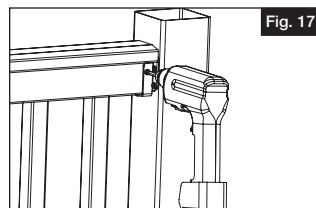

Fig. 17
- b. Con una broca de  $\frac{5}{32}$ " , taladre el travesaño superior en las dos ubicaciones del soporte metálico. Instale tornillos #10 de 1" en los agujeros taladrados de cada uno de los soportes metálicos (Fig. 17).